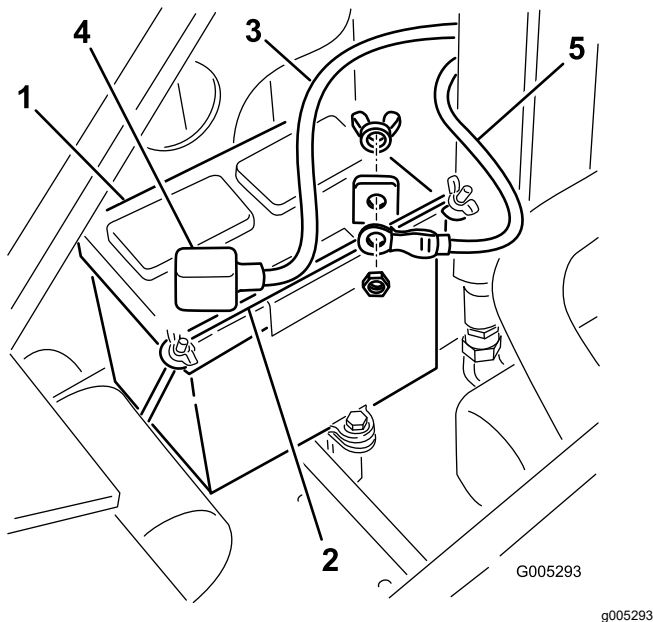

Figura 45
4. Retire las tuercas de orejeta y la barra que fijan la batería (Figura 45).
5. Desconecte el cable negativo de tierra (negro) del borne de la batería (Figura 45). Guarde las fijaciones.
7. Desconecte el cable positivo (rojo) del borne de la batería (Figura 45). Guarde las fijaciones.